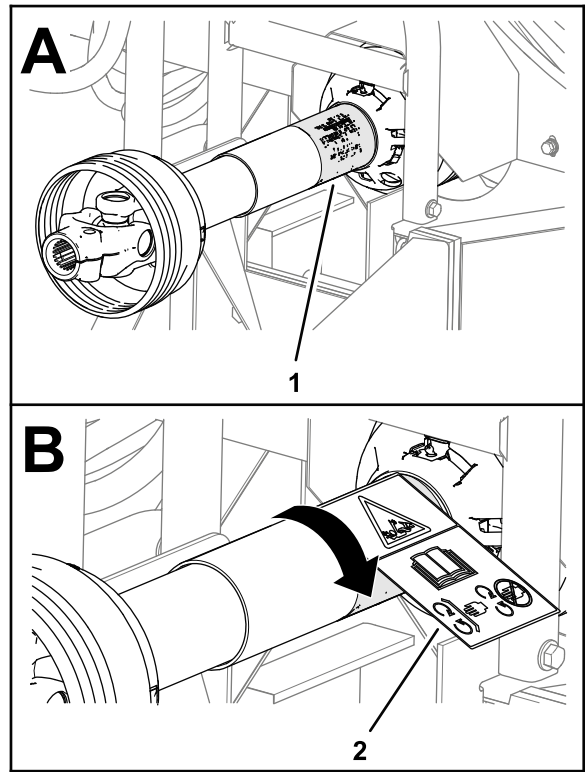

Figura 3
1. Rode o resguardo do veio para aceder ao autocolante de emaranhamento existente (Figura 3).
4. Coloque o autocolante de emaranhamento CE por cima do autocolante de emaranhamento existente (Figura 3).